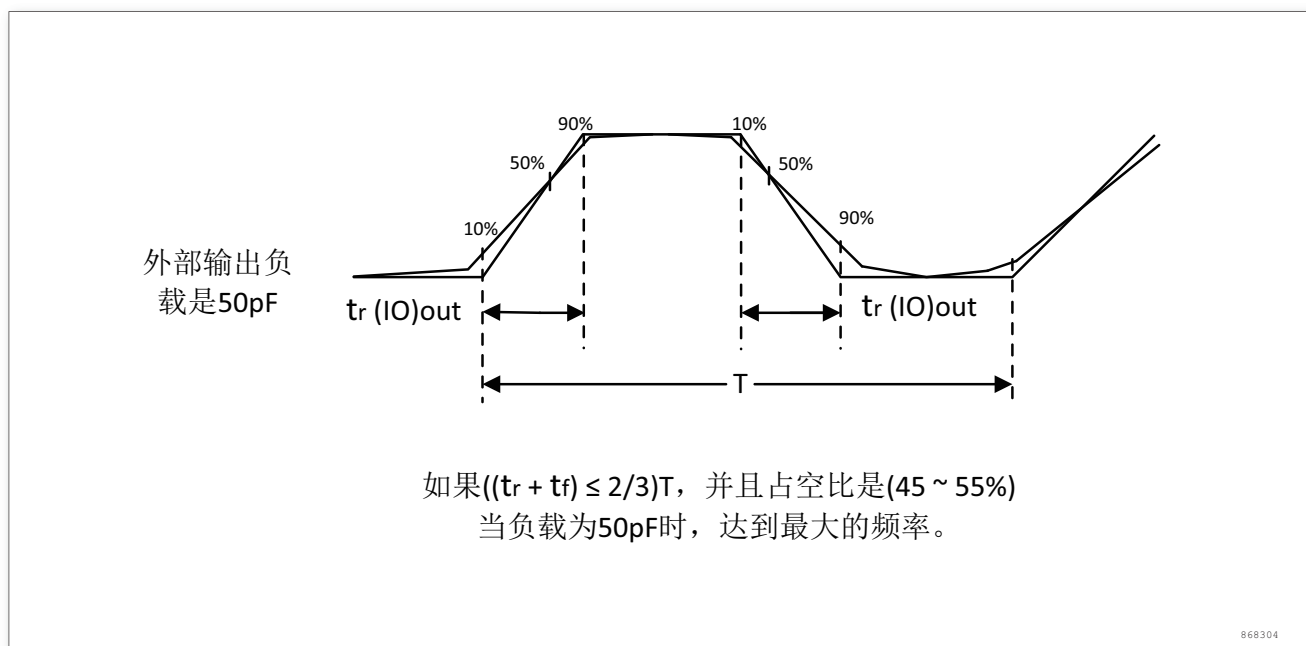

图 14. 输入输出交流特性定义
输入输出交流特性的定义和数值分别在图 14和表 30给出。
2. 最大频率在图 14 中定义。